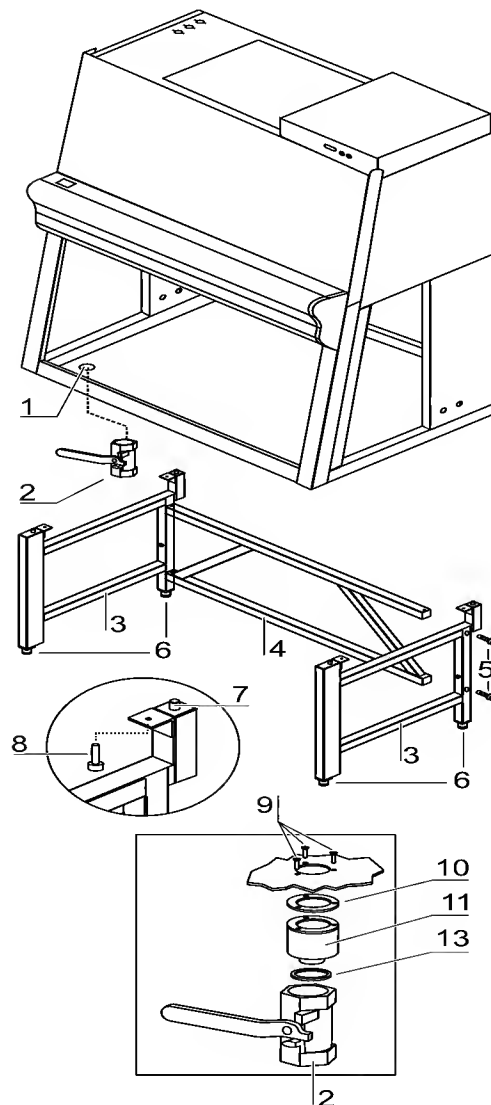

Fig. 11
1. **Fig. 11:** Parafusar as duas partes laterais [3] com os parafusos [5] na estrutura transversal [4].
1. **Fig. 11:** Colocar a vedação [10] sobre o soquete [11] da válvula de escoamento [2]. Colocar o soquete [11] por baixo na bacia de piso e parafusar com os três parafusos [9] através dos furos na bacia de piso.